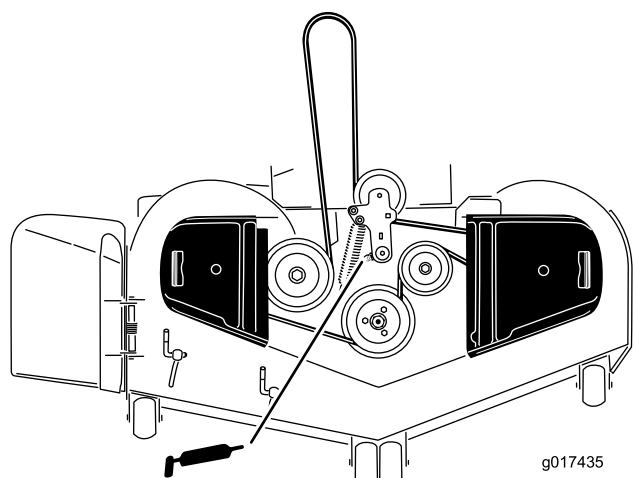

図 38
4. 刈り込みデッキのアイドルアームのピボットにグリスを注入するグリスが下から漏れてくるまで入れること 図38。